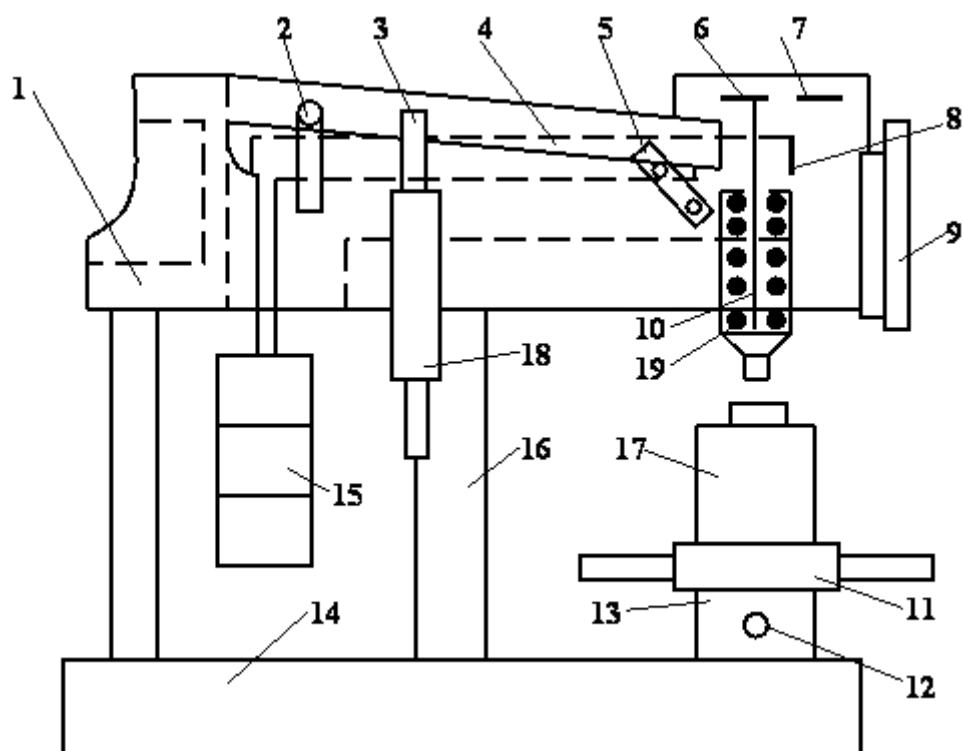

Рис.7. Прибор для измерения твердости по Роквеллу
На рис.7 приведена принципиальная схема твердомера Роквелла. Основными его частями являются: поперечина 1, подвеска 2, шток амортизатора 3, рычаг 4, рукоятка 5, винт 6, крышка 7, рычажок 8, призма 9, шпindel 10 с закрепленным на его конце индентором, маховик 11 для перемещения образца, шпонка 12, направляющая втулка 13, станина 14, грузы 15, стойка 16, подъемный винт 17, масляный амортизатор 18, пружина 19, индикатор с двумя шкалами – черной (C) и красной (B). При этом с большой стрелкой индикатора всегда совмещается нуль черной шкалы, и ни в коем случае – красной. Барабан для точной установки шкалы индикатора на нуль, электромотор, обеспечивающий работу прибора.